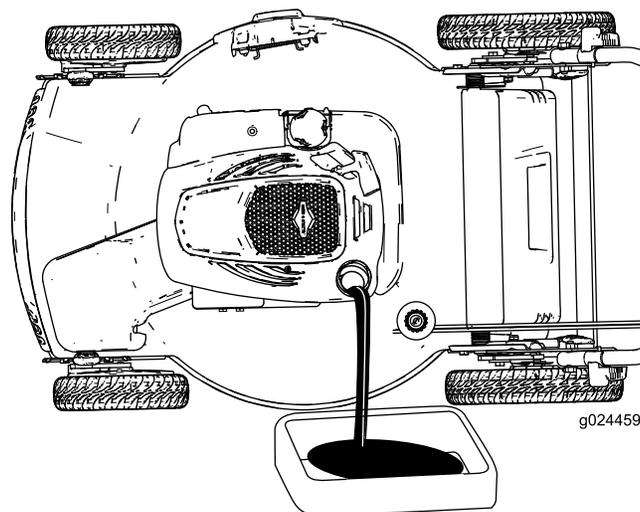
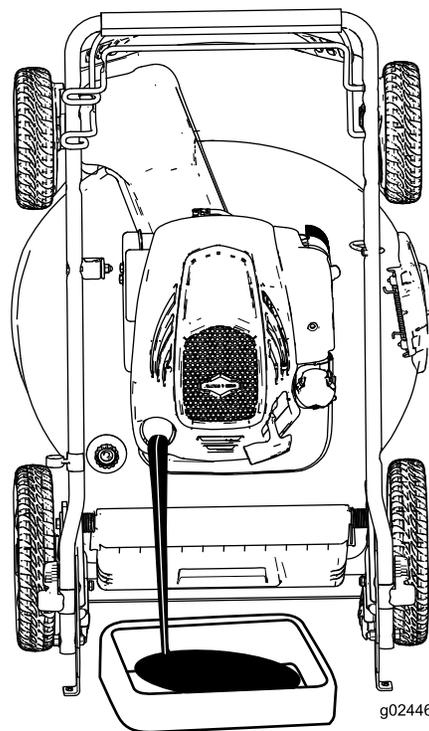

Figure 24
Figure 25
4. Basculez la machine sur le càtå en plaånant la jauge en bas (Figure 24) ou levez la machine en position verticale de remisage (Figure 25; voir Remisage de la machine en position verticale (page 14)) pour vidanger l'àhuile usagåe par le tube de remplissage d'àhuile.